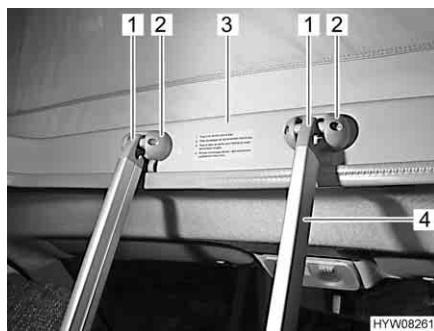

Fig. 32 Scaletta di accesso
Scaletta di accesso Per accedere al letto sul tetto a soffietto utilizzare sempre la scaletta di accesso (Fig. 32,4) montata di serie.
- Agganciare la scaletta con i due archetti (Fig. 32,1) nelle grappe (Fig. 32,2) del telaio (Fig. 32,3) del tetto a soffietto.